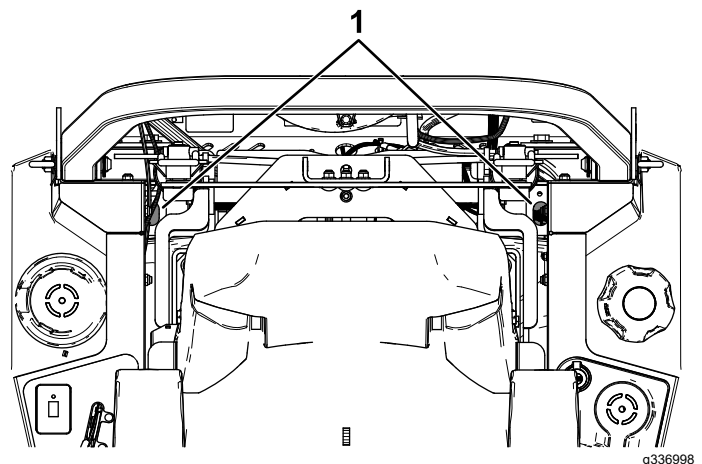

Bild 72
4. Verwenden Sie eine Verlängerung und einen 7/16-Zoll-Steckschlüssel, um die Entlüftungsschraube von der Oberseite der Maschine durch die Löcher in der Nähe der Überrollbügelhalterungen zu erreichen (Bild 72).